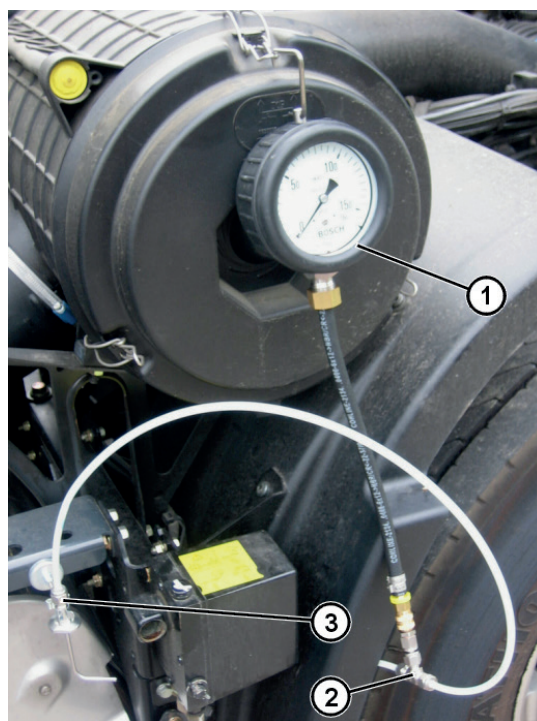

Fig. 5: Kontroll av luftkretsen med en manometer
3. Anslut manometern 0 kPa – 160 kPa (Fig. 5, Pos. 1) till T-stycket (Fig. 5, Pos. 2) och fäst stadigt på fordonet.
4. Anslut testspruthuvudet (Fig. 5, Pos. 3) (mätspjäll) med en andra testtryckledning till T-stycket och fäst med magnethållaren på ett lämpligt ställe i fordonet.